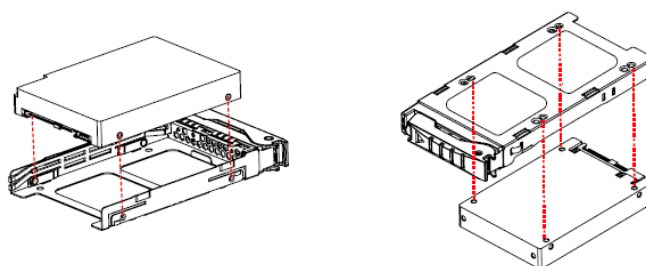

Рисунок 21 – Установка накопителя в каретку 2,5”
- Вставьте накопитель в каретку. Убедитесь, что углубления каретки состыкуются с накопителем. Для дополнительной проверки затяните винты на каретке, чтобы закрепить накопитель (см. Рисунок 21).